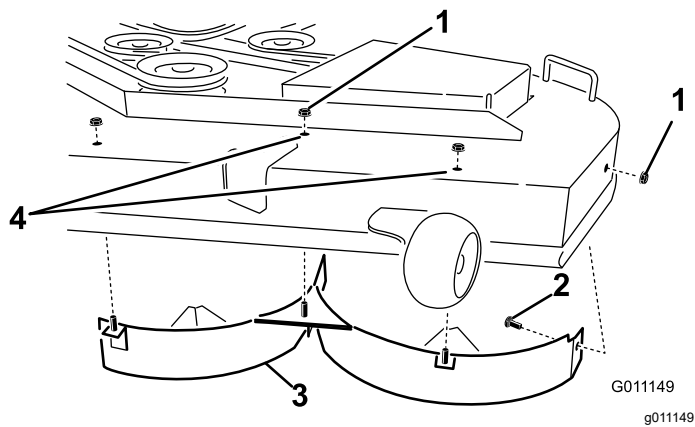

Figura 13
4. Retire las 2 contratueras (5/16") de las clavijas soldadas del deflector izquierdo, en la parte superior de la carcasa del cortacésped, en las posiciones centro y centro izquierda (Figura 13).
- Retire el deflector izquierdo de la carcasa del cortacésped según se muestra en Figura 13.